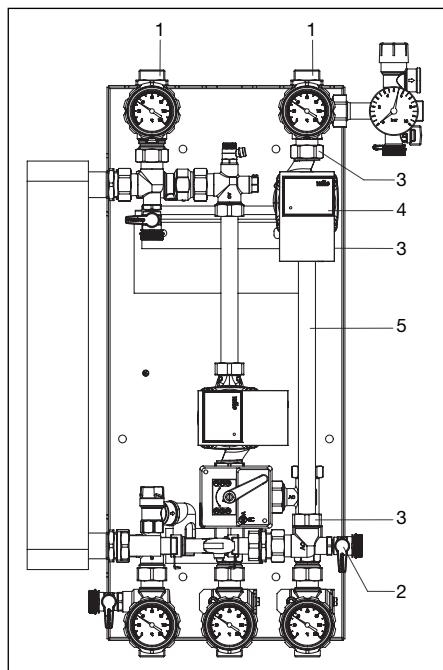

Fig. 5.1 Démonter les composants du circuit solaire
- Démonter les composants existants du circuit solaire (fig. 5.1)**
- 1.1. Isoler le circuit solaire en fermant les robinets à tournant sphérique (1).